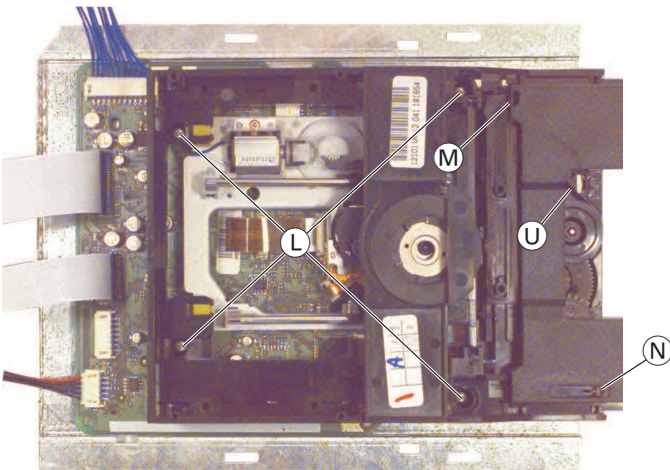

Fig. 5
- 4 Schrauben **L** (Fig. 5) herausdrehen.
- Schublade so weit herausziehen bis der Riemen **U** (Fig. 5) sichtbar ist.
- Undo 4 screws **L** (Fig. 5).
- Pull out the tray until the belt **U** (Fig. 5) is just visible.